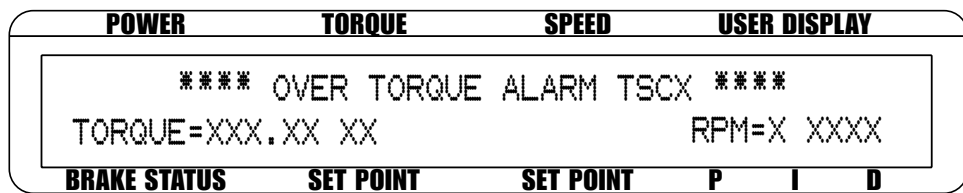

Bild 5-15 Over-Torque-Alarm-Meldung
- B. Liegen die gemessenen Drehmomentwerte mehr als 120% über der Grenzwerteingabe oder hält der in A beschriebene Zustand länger als 5 Sekunden an, wird auf dem Display „OVER TORQUE ALARM TSCX“ blinkend angezeigt (wie in Bild 5-15 dargestellt). Das Alarmrelais öffnet sich und der Erregerstrom hält den letzten Wert für 3 Sekunden, bevor er auf 0 absinkt. Das Standby-Signal wird nicht zyklisch angezeigt.